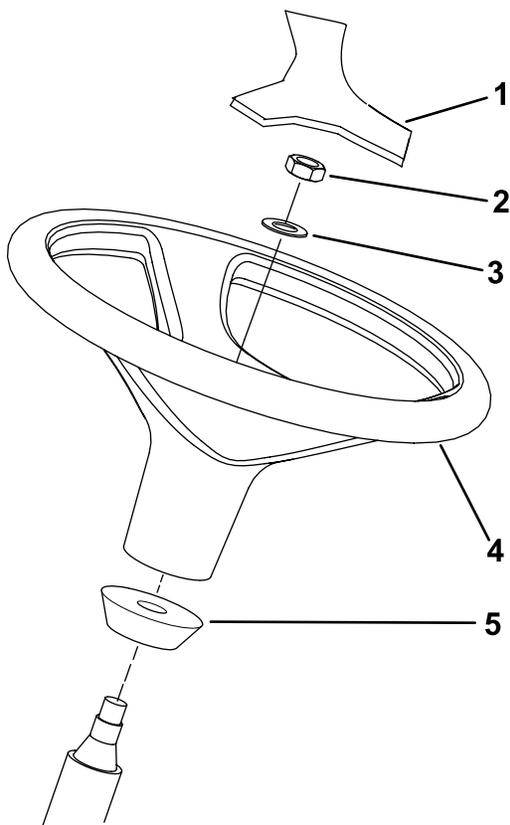

Рисунок 14
1. Снимите рулевое колесо с транспортировочного поддона (Рисунок 14).
Примечание: Убедитесь, что кольцо из пеноматериала осталось на рулевом валу (Рисунок 14).
- Наденьте рулевое колесо и шайбу на рулевой вал (Рисунок 14).
- Установите крышку на рулевое колесо (Рисунок 14).